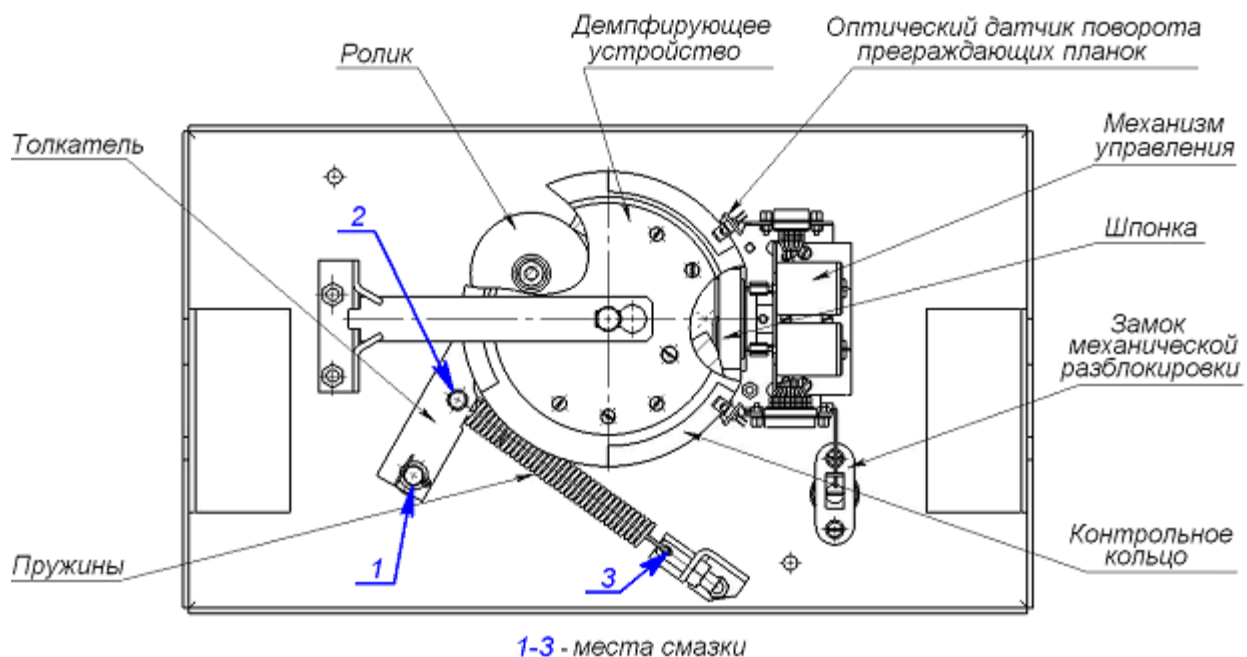

Рисунок 16. Узел вращения стойки ЭП
2. Снимите крышку (3) в порядке, указанном в разд. 6 и положите ее на ровную устойчивую поверхность.
3. Осмотрите устройство доворота (толкатель, пружины и ролик), оптические датчики поворота преграждающих планок и демпфирующее устройство (см. рис. 16).
- четыре втулки на устройстве доворота – две на оси вращения толкателя и две на оси крепления пружин, а также отверстия в деталях крепления пружин, по две – три капли масла в каждое место смазки (места смазки указаны на рис. 16);
- механизмы секретности замка механической разблокировки (7) и замка крышки (4) со стороны замочной скважины.